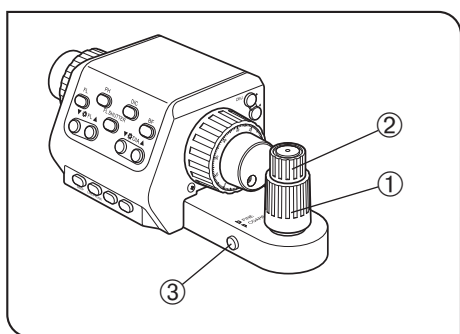

Fig. 3
**2 Desplazamiento de la platina (Fig. 3)**
1. Gire el mando del eje Y ② y el mando del eje X ① para mover la platina.
2. Pulse el botón selector grueso/fino ③ para cambiar las funciones del mando entre el ajuste grueso y el ajuste fino.